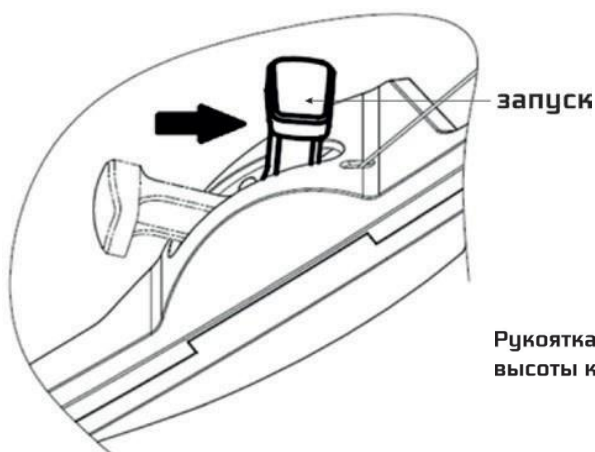

Рис.16.
Сразу после старта, переместите рычаг дроссельной заслонки от положения "закрыто" положение "запуск". Рис.16. (Если температура низкая, дайте двигателю поработать в течение нескольких минут перед началом работы).
5. Сразу после старта, переместите рычаг дроссельной заслонки от положения «закрыто» положение «запуск». Рис.16. (Если температура низкая, дайте двигателю поработать в течение нескольких минут перед началом работы).